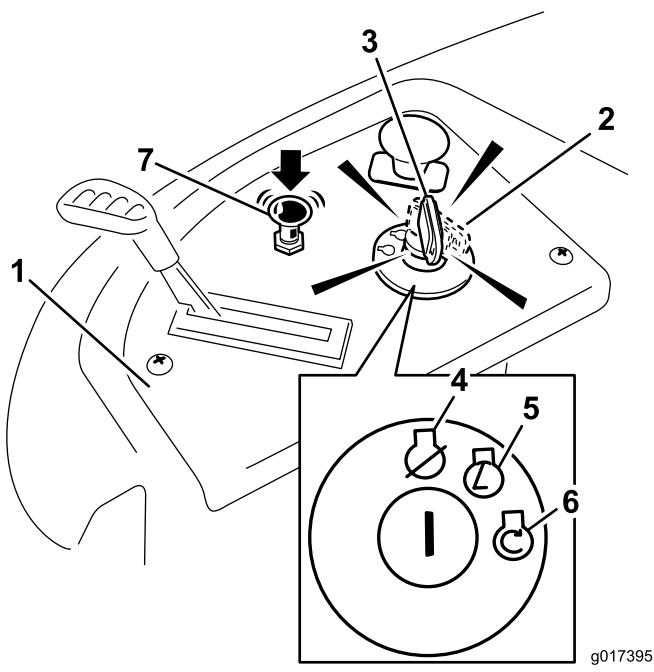

Figura 14
4. Gire la llave de contacto a Arranque para activar el motor de arranque. Cuando el motor arranque, suelte la llave (Figura 14).
5. Cuando el motor haya arrancado, empuje el control del estarter hacia abajo (Figura 14). Si el motor se cala o funciona irregularmente, tire hacia arriba del control del estarter y deje funcionar el motor durante unos segundos. Luego empuje el control del estarter hacia abajo. Repita este procedimiento tantas veces como sea necesario.
3. Gire la llave de contacto a la posición de Desconectado (Figura 14) y retire la llave.